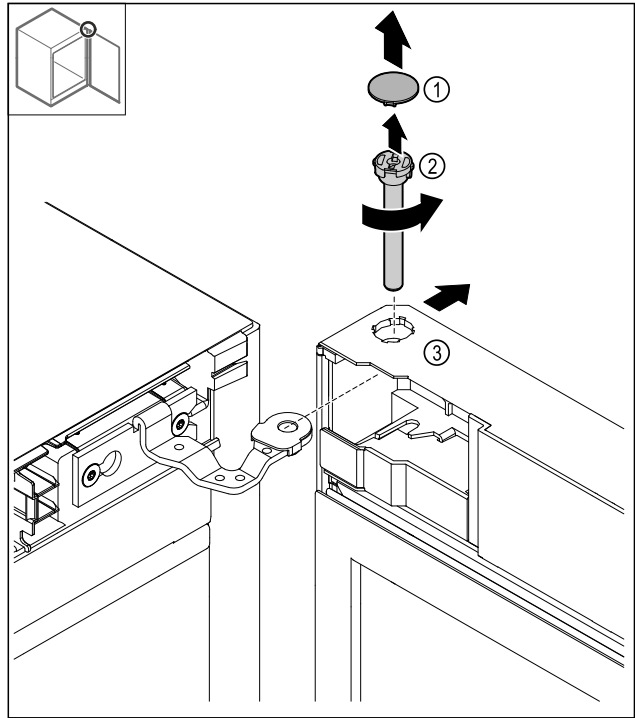

Fig. 14
- Abdeckung Fig. 14 (1) abnehmen.
- Bolzen Fig. 14 (2) gegen den Uhrzeigersinn lösen und herausziehen.
- Tür Fig. 14 (3) leicht kippen.